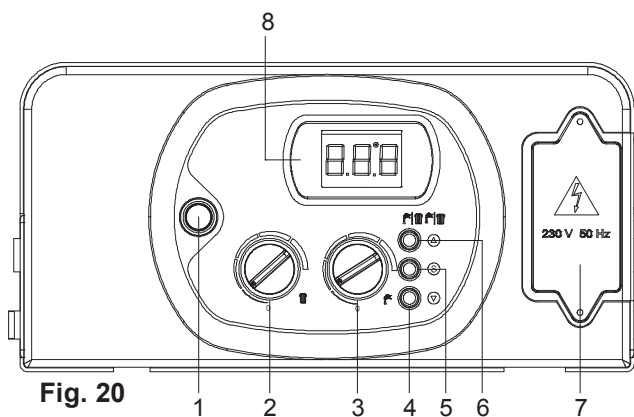

Fig. 20
- Mettre en fonction la chaudière en plaçant l'interrupteur **1** (Fig. 20 page 50) sur ON (marche)
- Vérifier que l'afficheur **8** (Fig. 20 page 50) ne visualise aucun code d'erreur ; si la valeur **H20** s'affiche, cela signifie que l'eau manque dans la chaudière et qu'il est nécessaire de remplir l'installation selon les indications du chapitre « Remplissage de l'installation »
Pour commuter la chaudière sur « ÉTÉ », agir sur la touche **6** (Fig. 20 page 50) et sélectionner ainsi la fonction sanitaire. En mode “ETE”, le symbole  s'allume sur l'afficheur du tableau de commande.
Pour commuter la chaudière sur « HIVER », agir sur la touche **6** (Fig. 20 page 50) et sélectionner ainsi la fonction chauffage. En mode “HIVER”, le symbole  s'allume sur l'afficheur du tableau de commande.
Pour commuter la chaudière en fonctionnement ÉTÉ-HIVER, agir sur la touche **6** (Fig. 20 page 50) et sélectionner la fonction chauffage/eau chaude sanitaire. Le fonctionnement ÉTÉ-HIVER se reconnaît à l'allumage simultané des symboles  sur l'afficheur du tableau de commande.
Le réglage de la température s'effectue au moyen du bouton **2** (Fig. 20 page 50) ;
Le réglage de la température s'effectue au moyen du bouton **3** (Fig. 20 page 50) ;